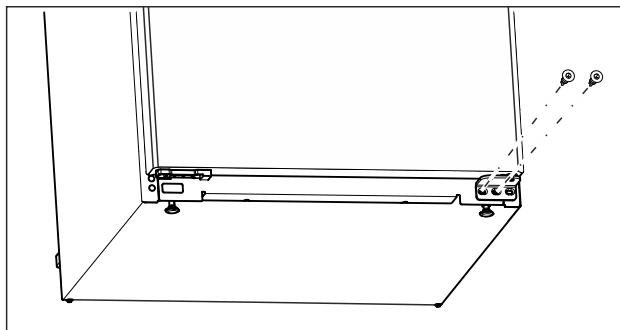

Fig. 14
- Отвийте централните винтове на долната лагерна стойка с отвертка Torx 20. (виж *Fig. 14*)
- Отвийте вътрешните винтове на долната лагерна стойка с отвертка Torx 20. (виж *Fig. 14*)